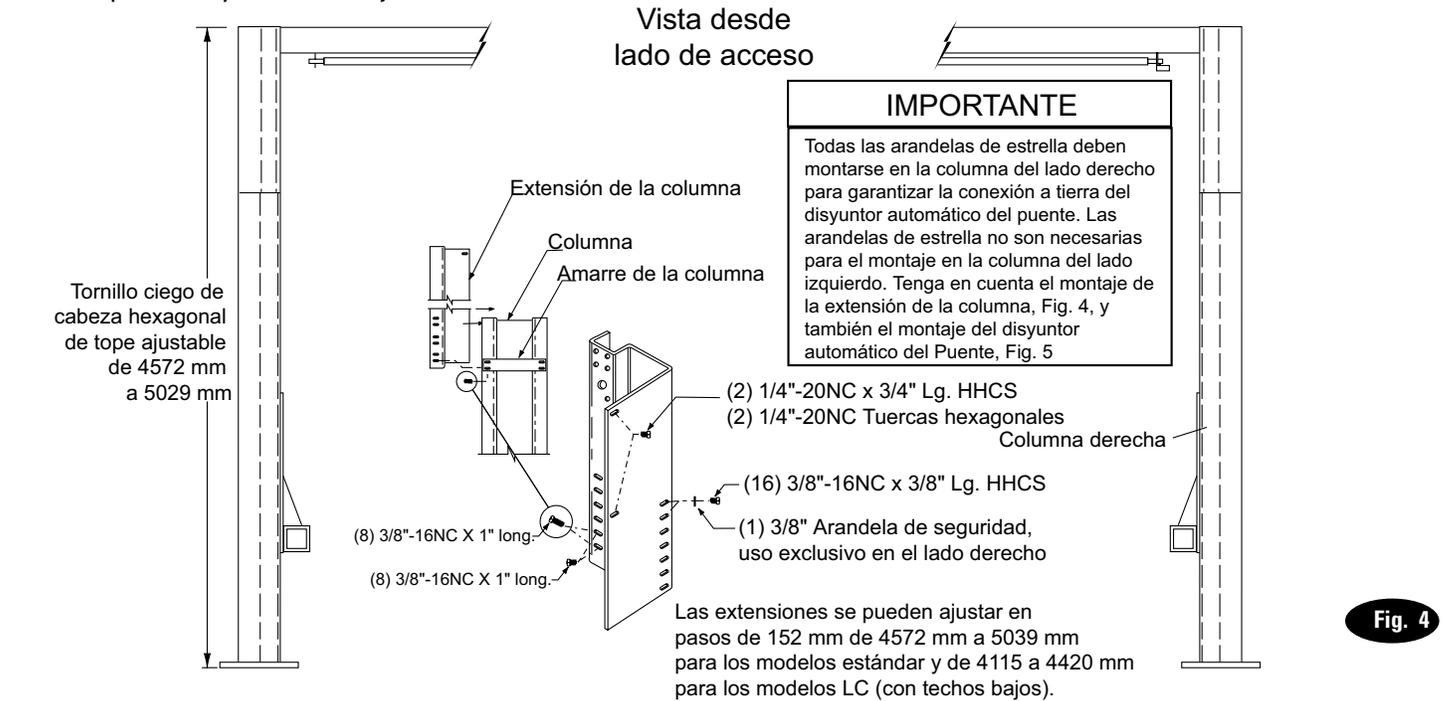

Fig. 4
- Altura de la plataforma elevadora:** Véase Fig. 4 para la altura total de elevación de cada modelo específico de plataforma elevadora. Añada 25,4mm min. a la altura total de la obstrucción mínima.
5. Instale las extensiones de columna en las columnas utilizando tornillos ciegos de cabeza hexagonal de tope (16) 3/8"-16NC x 3/8" long., Fig. 4, y las ataduras de las columnas utilizando tornillos ciegos de cabeza hexagonal de tope (8) 3/8"-16NC x 1", también en Fig.4. Ajuste la nivelación de las extensiones de columna según se requiera.